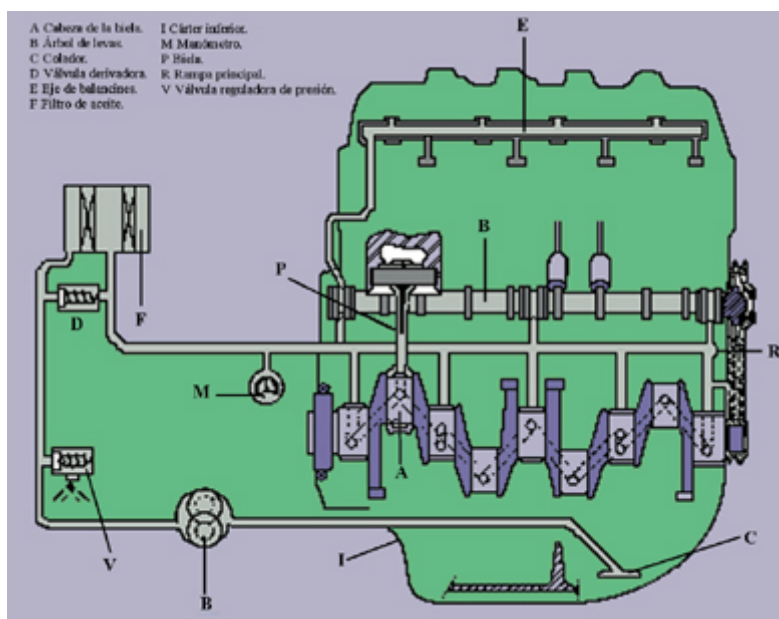

Fig. 3
- **Lubricación a presión (fig. 3)**